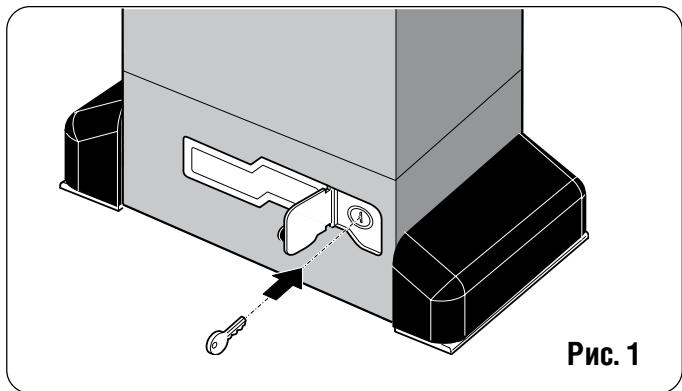

Рис. 1
1) Ключом в замке отпирается защитная дверца, как показано на рис. 1.